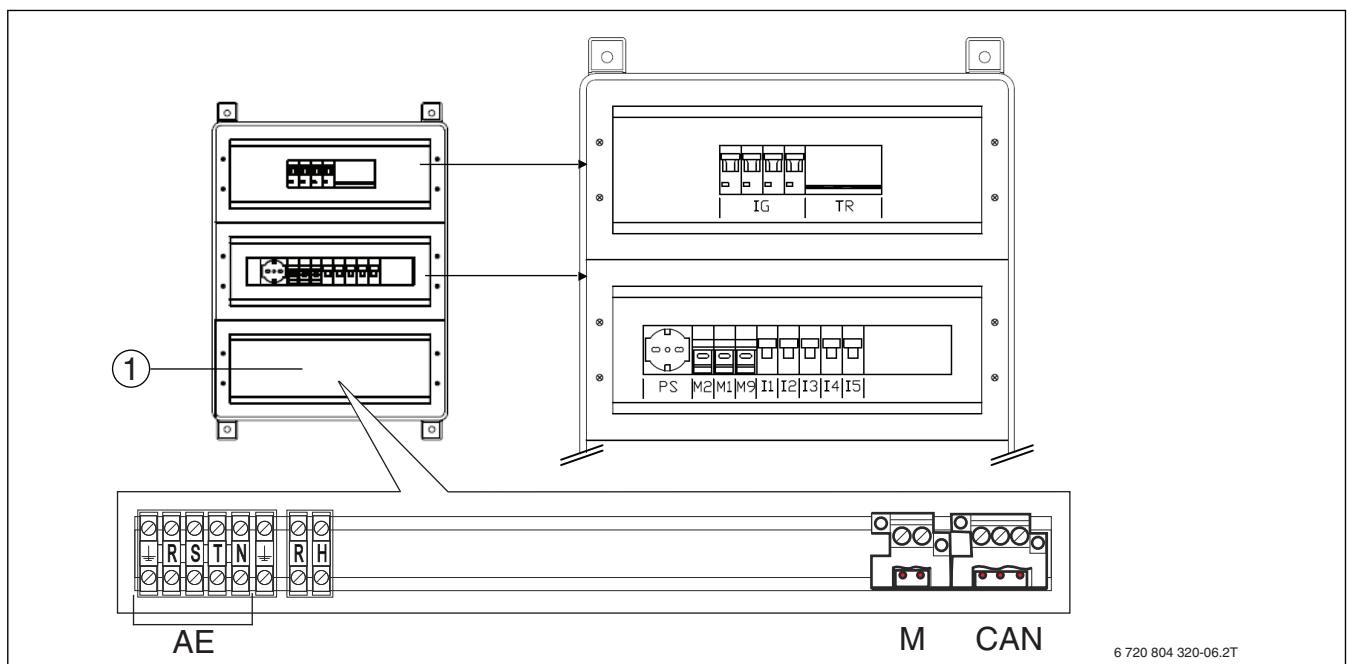

Bild 32 Anschlüsse im Schaltkasten der vormontierten Kaskade
- 24-V-Kabel der Bedieneinheit an den Anschlussklemmen M anschließen (→ Bild 32).